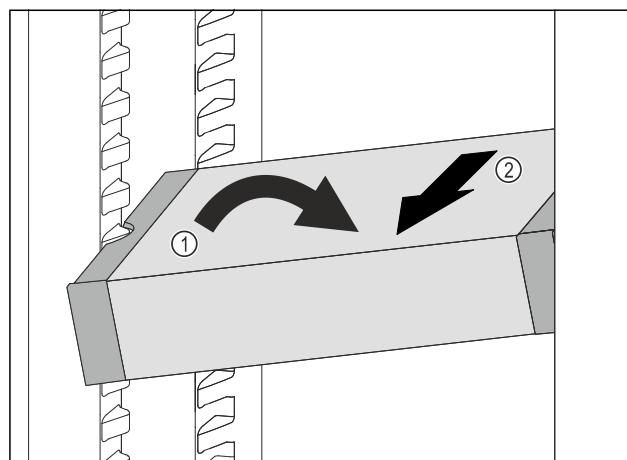

Fig. 83
- VarioSafe postavte v chladničke šikmo. Fig. 83 (1)
- VarioSafe vyberte dopredu. Fig. 83 (2)